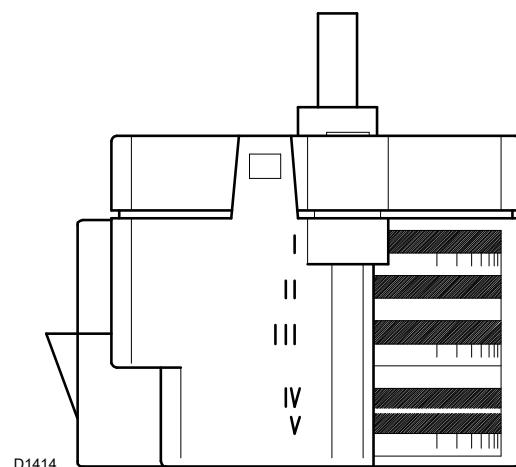

Abb. 22
- Nocken I:** Auf 0°-Winkel eingestellt (geschlossene Stellung der Luftklappe bei Stillstand). Für eine teilweise Öffnung diese Einstellung des Winkels erhöhen (Abb. 22).